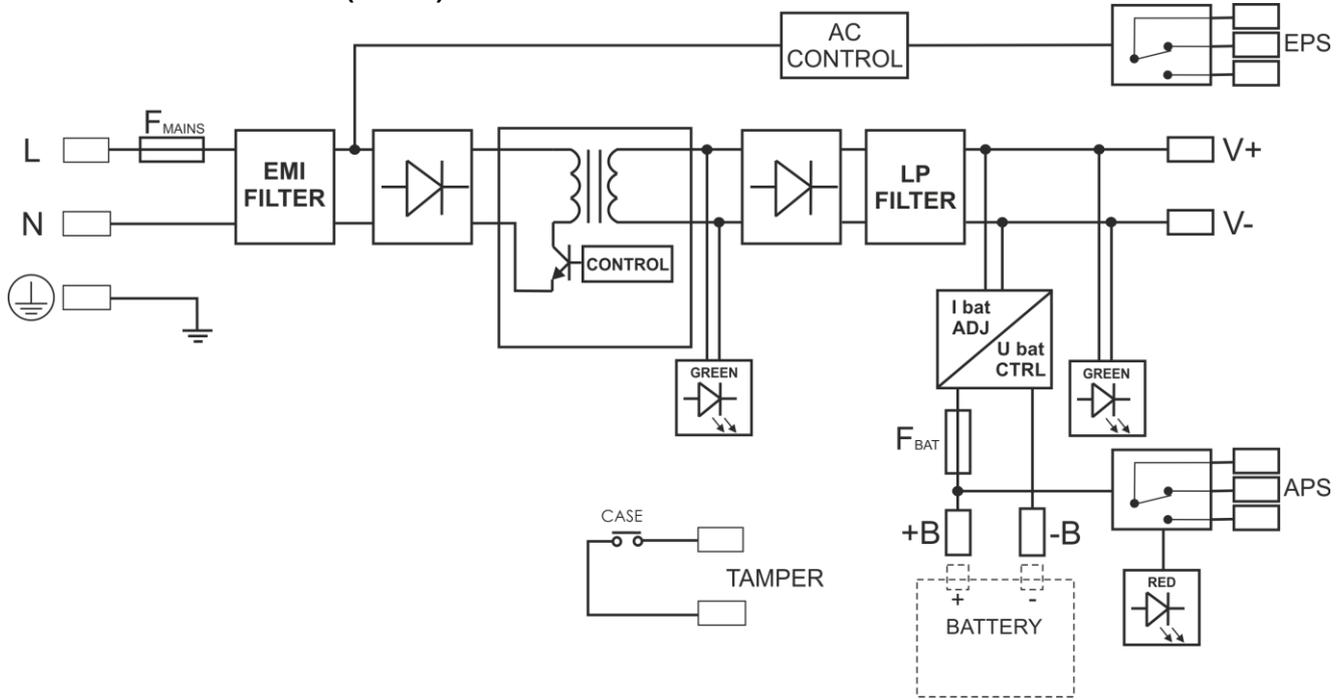

Abb.1. Schaltplan Netzteil.
1.2. Blockschaltbild (Abb. 1).